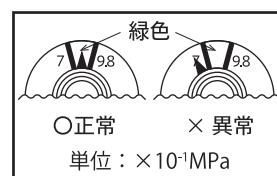

図8
- 指示圧力計の指針が緑色の範囲内（0.7～0.98MPa）に入っている（図8）
- 指示圧力計の指針が緑色の範囲内(0.7～0.98MPa)に入っている(前ページ・図8)**